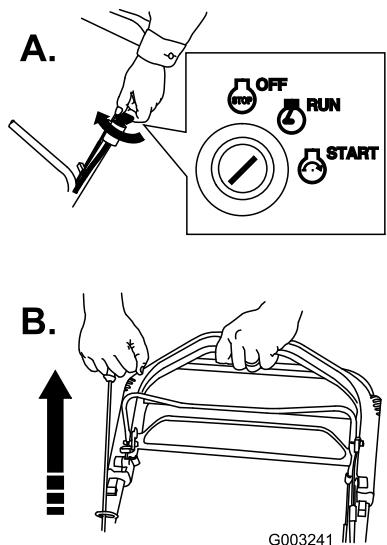

Figure 19
- Tournez la clé de contact en position marche et tirez la poignée du lanceur en position de marche (Figure 19).